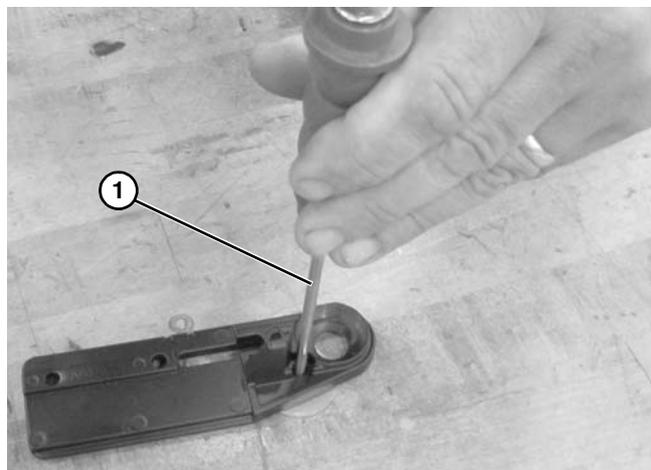

Abbildung 72
4. Denselben Vorgang für das Auswerfen (**Abbildung 73, Teil 1**) zur Ausrichtung des Schraubenlochs wiederholen und dafür eine 3 mm - 5 mm Stanze (**Abbildung 72, Teil 1**) oder M5 - M6 Schraube verwenden.